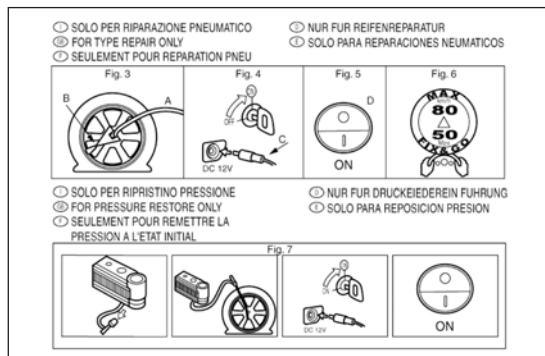

fig. 133
- ☐ pieghevole informativo fig. 133, utilizzato per un pronto uso corretto del kit e successivamente da consegnare al personale che dovrà maneggiare il pneumatico trattato con tale kit;